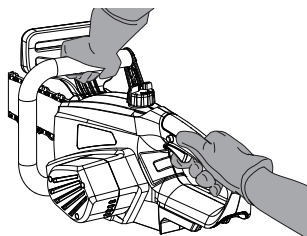

Fig. 18
1. Asegúrese de que el freno de cadena está desactivado. Desactive el freno de cadena tirando del protector delantero (palanca del freno de cadena) (4) hacia el mango delantero (3).
2. Coloque el producto sobre cualquier superficie plana adecuada, asegúrese de que la cadena de la sierra (11) no toque la superficie ni otros objetos.
3. Coloque el paquete de baterías (23).
4. Sujete el producto con la mano izquierda en el mango delantero (3) y con la derecha en el mango trasero (1) (Fig. 18).